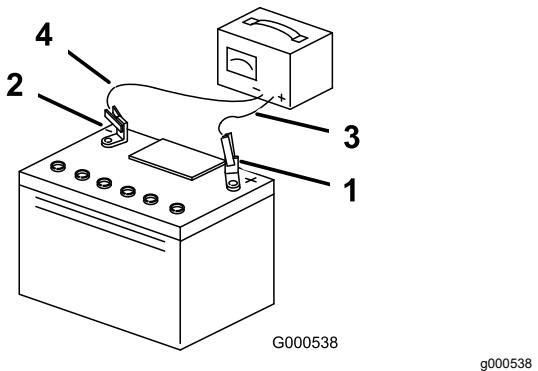

Рисунок 50
- После полной зарядки аккумулятора отсоедините зарядное устройство от электророзетки, а затем отсоедините провода зарядного устройства от штырей аккумулятора (Рисунок 50).